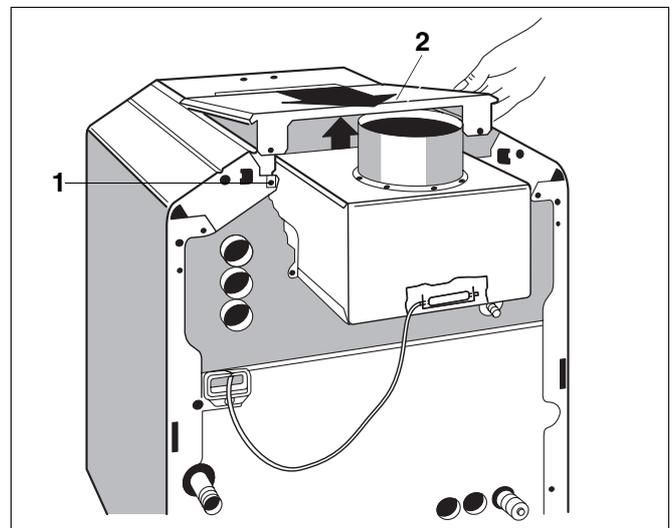

Abb. 9 Hintere Kesselhaube abnehmen
- Die beiden Befestigungsschrauben (Abb. 9, **Pos. 1**) der hinteren Kesselhaube (Abb. 9, **Pos. 2**) herausdrehen. Hintere Kesselhaube anheben und nach hinten wegnehmen.